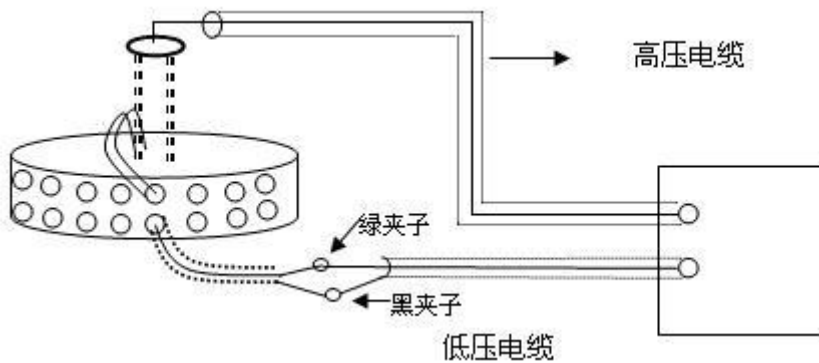
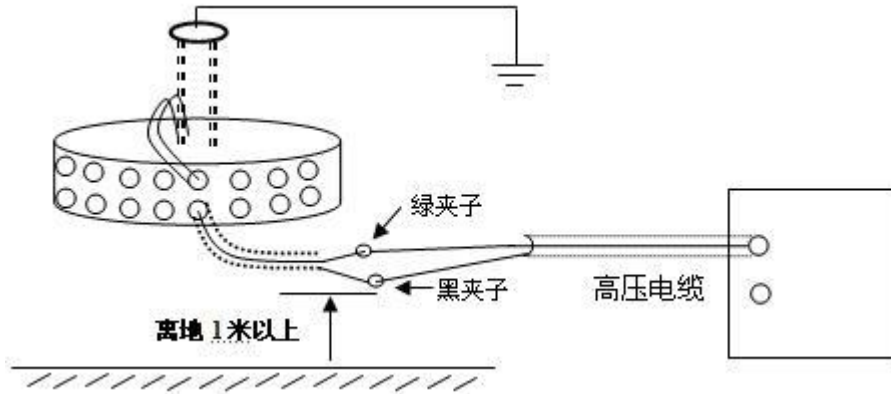

图 6 标准电容正接线 BR26 或标准介损器 DB-100 等（非接地试品）接线法
图 7 标准电容器 BR26 或标准介损器 DB-100 等反接线（接地试品）接线法
3、测量标准电容 BR26 或标准介损器 DB-100 等，见图 6 和图 7 所示：